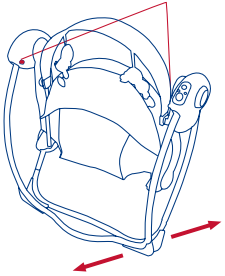

Fig. 13
- 13) • Press the fold buttons located on both sides of the frame and pull the legs apart to unfold the product. (Fig. 13)
- Oprima los botones de pliegue ubicados a ambos lados del armazón y empuje las patas del armazón hacia dentro para plegar el producto. (Fig. 13)
- Appuyer sur les boutons situés de chaque côté du cadre et tirer les jambes du cadre vers l'extérieur pour déplier le produit. (Fig. 13)